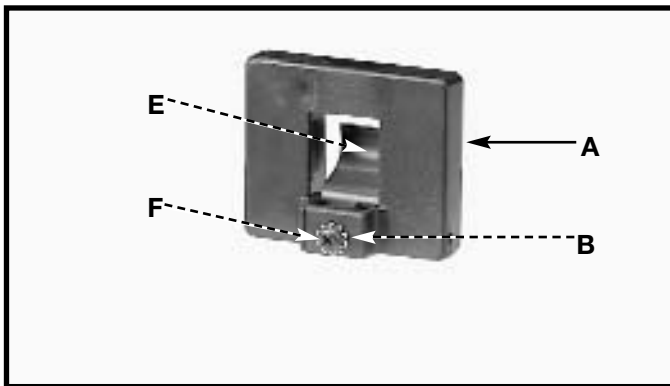
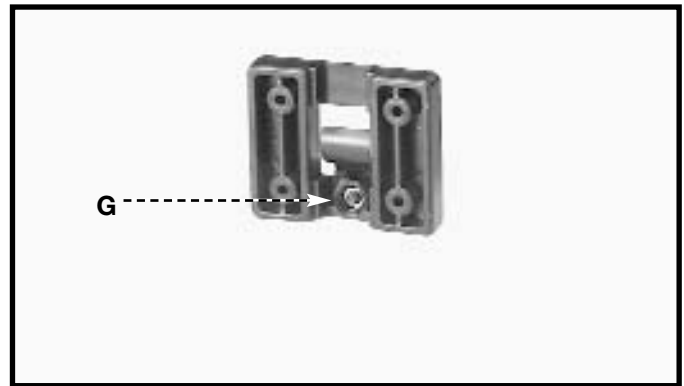

Fig. 19
Fig. 20
1. Ensamble fig. 19 del (E) del clip de resorte, el (A) del sostenedor de la galga de los ingletes según lo mostrado usando un tornillo de la pista de la cacerola de M4x.7x10mm (F), el (B) de la arandela de cierre del diente del 3/16" y la tuerca de tuerca hexagonal externos M4x.7.
NOTA: La fig. 20 del (G) de la tuerca de tuerca hexagonal, cabrá en el receso en la parte posterior del (A) del sostenedor de la galga de los ingletes para guardar fig. 19 del (E) del clip de resorte, asegurada al sostenedor de la galga de los ingletes.